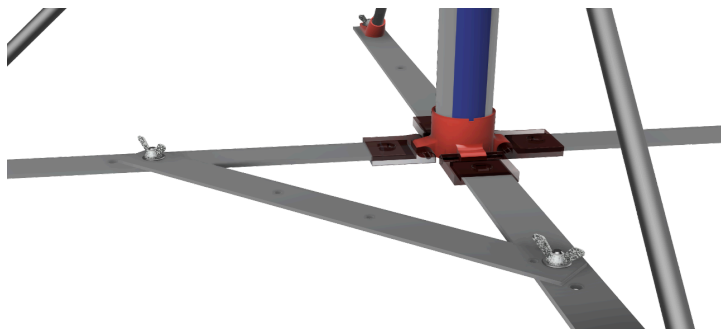

Figura 7: Montaje de la planchuela de soporte de la caja de electrónica
7. Como último paso, hay que fijar la planchuela de soporte de la consola electrónica del aerogenerador. Para esto, utilizaremos la planchuela provista (más corta y con tres agujeros iguales) y la fijaremos a dos de las planchuelas de la base, tal y como se muestra en la figura 7.